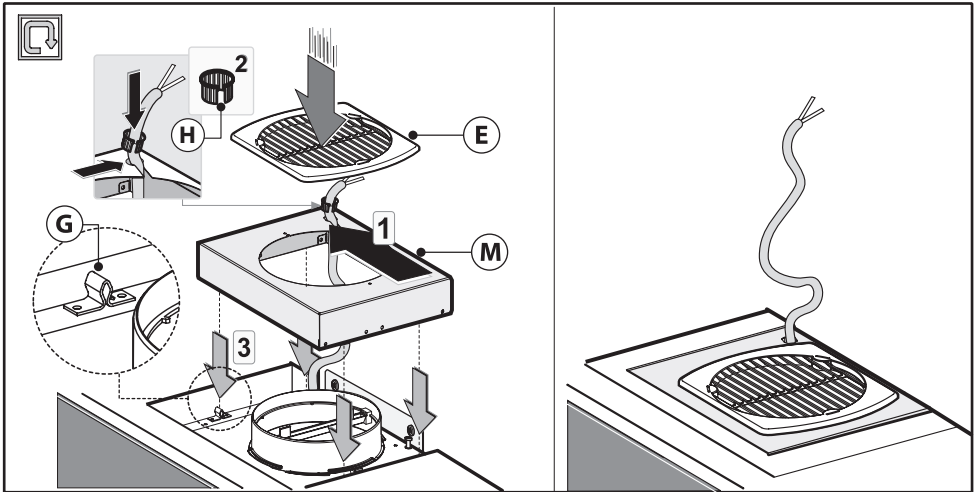

Fig.6
- Far passare il cavo di alimentazione sull'asola del cupolino **M** indicata in Fig.6.
- Riposizionare il cupolino **M** e la griglia **E** facendo attenzione che si aggancino perfettamente ai perni di fissaggio **G** (Fig.6).